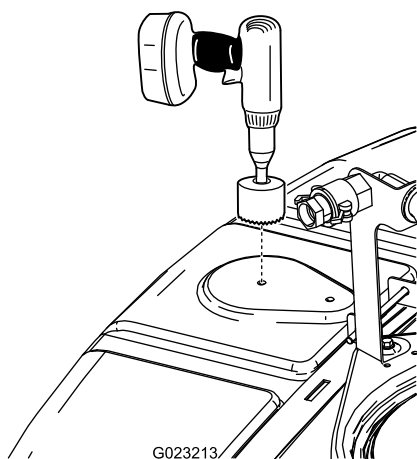

図 14
- 図 14 に示されているタンク前部の位置を探し出す。
- 9 cm の円形ノコを使ってマークのところに穴を切る (図 14)。